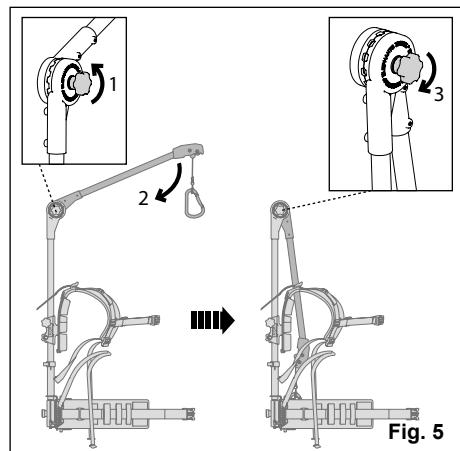

Fig. 5
- Bewahren Sie das ET in Lagerposition (Fig. 5) an einem trockenen Ort außerhalb der Reichweite von Kindern auf.